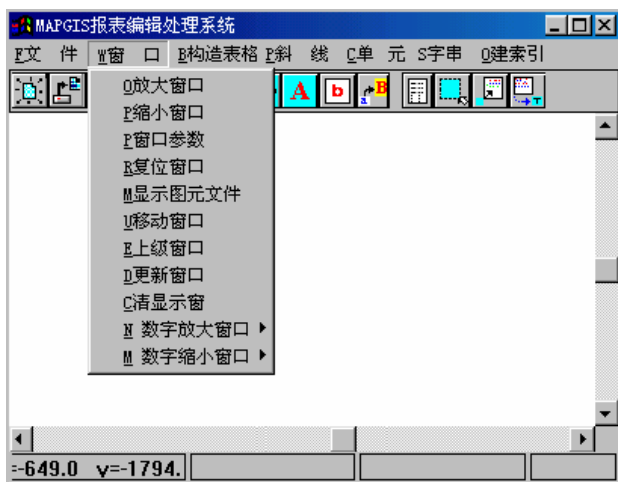

图 9-3 窗口菜单
3. **查看页面设置：**缺省状态下，页面是看不见的。必须在如图 9-3 所示的窗口菜单下，选择“更新窗口”选项，才能显示设置好的页面。